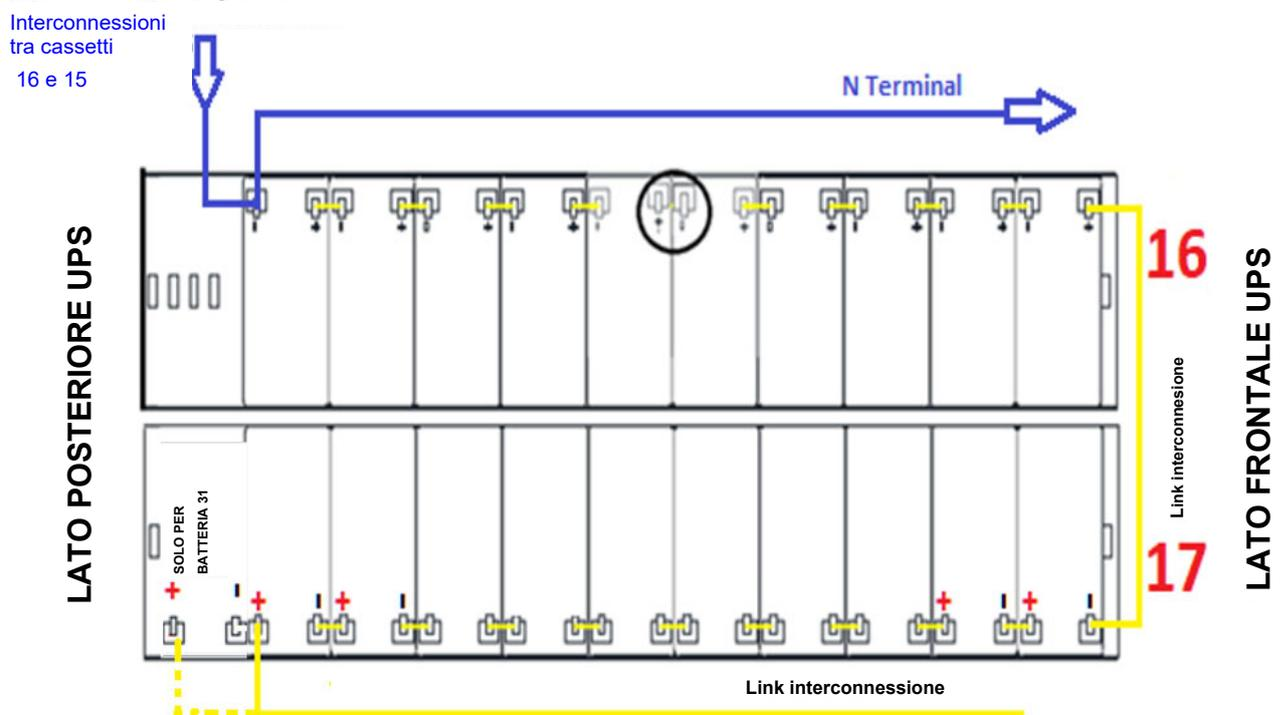

Figura 25 - Vista dall'alto piano N°6 cassette 16-17
16) Inserire il cassetto n°16 rimuovendo il ponticello cerchiato e inserendo i ponticelli come mostrato nella figura 25.